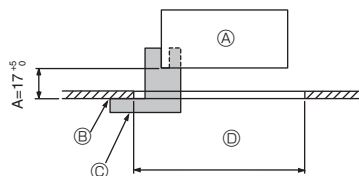
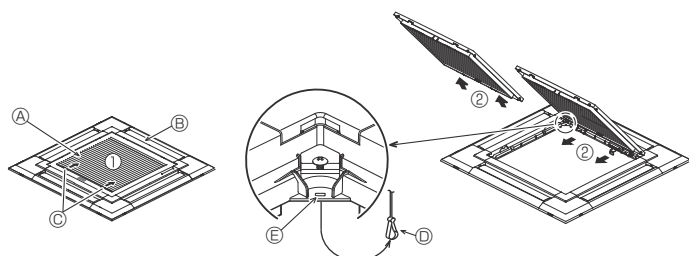
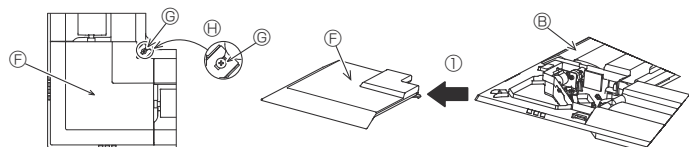

Fig. 9-2
Fig. 9-3
Fig. 9-4
①	Grill	1	950 × 950 (mm)
②	Installationstolk	1	(Indelat i 4 delar)
③	Trådlös fjärrkontroll	1	För PLP-6EALM2
④	Fjärrkontrollens hållare	1	Ingår i enheter med trådlös fjärrkontroll. *
⑤	LR6 AA-batterier	2	Ingår i enheter med trådlös fjärrkontroll. *
⑥	3,5 × 16 självgående skruvar	2	Ingår i enheter med trådlös fjärrkontroll. *
9.2. Förberedelser för fäste av grillen (Fig. 9-2)
- Använd tolken ② som medföljer satsen för att justera och kontrollera placeringen av huvudenheten i förhållande till takytan. Om huvudenheten inte är korrekt placerad i förhållande till takytan kan luftläckage uppstå eller kondens samlas.
- Ⓒ Installationstolk ② (isatt i huvudenheten)
9.2.1. Demontering av insugsgrillen (Fig. 9-3)
- Skjut armarna i den riktning som visas på pilen ① för att öppna grillen.
- Med insugsgrillen i läge "öppen", ta bort gångjärnen på insugsgrillen från grillen som visas med pilen ②.
9.2.2. Demontering av hörnpanel (Fig. 9-4)
- Lossa de 4 skruvarna på hörnpanelen. Skjut hörnpanelen i pilens riktning ① i figuren och ta bort hörnpanelen.
[Fig. 9-3] [Fig. 9-4]